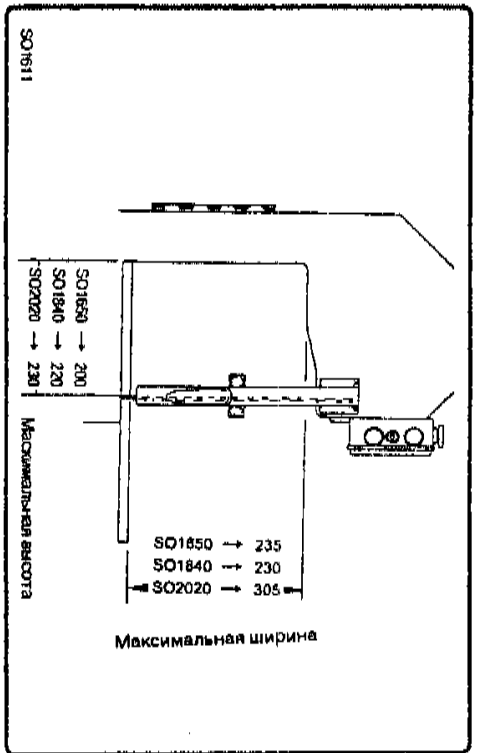

Fig. 2.3.1
2.3 - Максимальные размеры перерабатываемых частей (рис. 2.3.1)